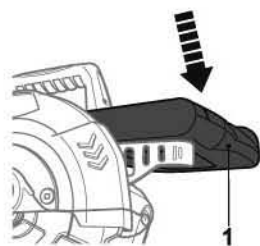

Fig. 36
- Adjust the depth gauge (22) if necessary (Fig. 36).